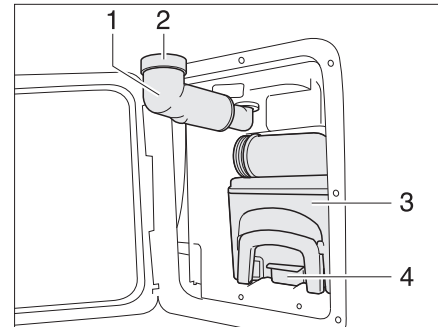

Bild 152 Thetford-Kassette
- Frischwasser-Einfüllstutzen (Bild 152,1) nach außen schwenken.
- Schraubkappe (Bild 152,2) abnehmen.